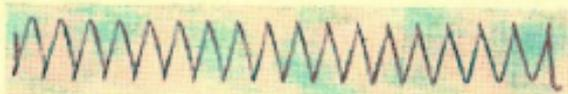

Abb. 20 Zubringerfeder
**Die Zubringerfeder (Abb. 20) ist eine Druckfeder.**